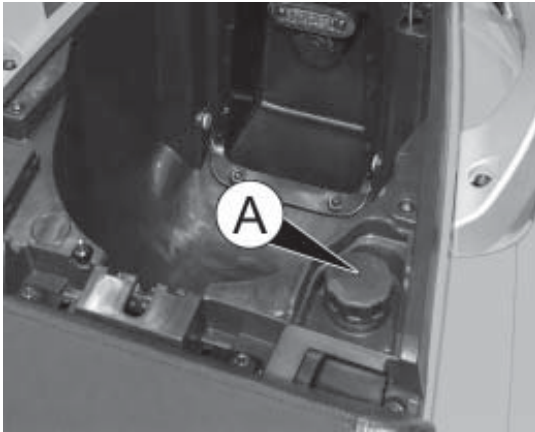

fig. 4
- svitare il tappo A fig.4 (colore verde).